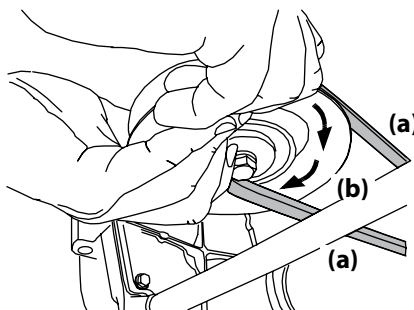

Figura 4-14
- d. Mientras sostiene la correa de la toma de fuerza (PTO) (a) hacia abajo, siga haciendo girar la polea de la PTO (b) hasta que la correa de la PTO (a) se deslice fuera de la polea de la PTO (b). Consulte la Figura 4-14.
11. Tire del lado derecho de la correa de la PTO hacia atrás y coloque el lado V angosto de la correa de la PTO en la polea de la PTO. Consulte Figura 4-14.
12. Mientras sostiene la correa y la polea de la PTO juntas, haga girar la polea de la PTO hacia la izquierda (Vea la Figura 4-14). Siga sosteniendo y girando la polea y la correa de la PTO hasta que la correa de la PTO se enrolle totalmente en la polea de la PTO.